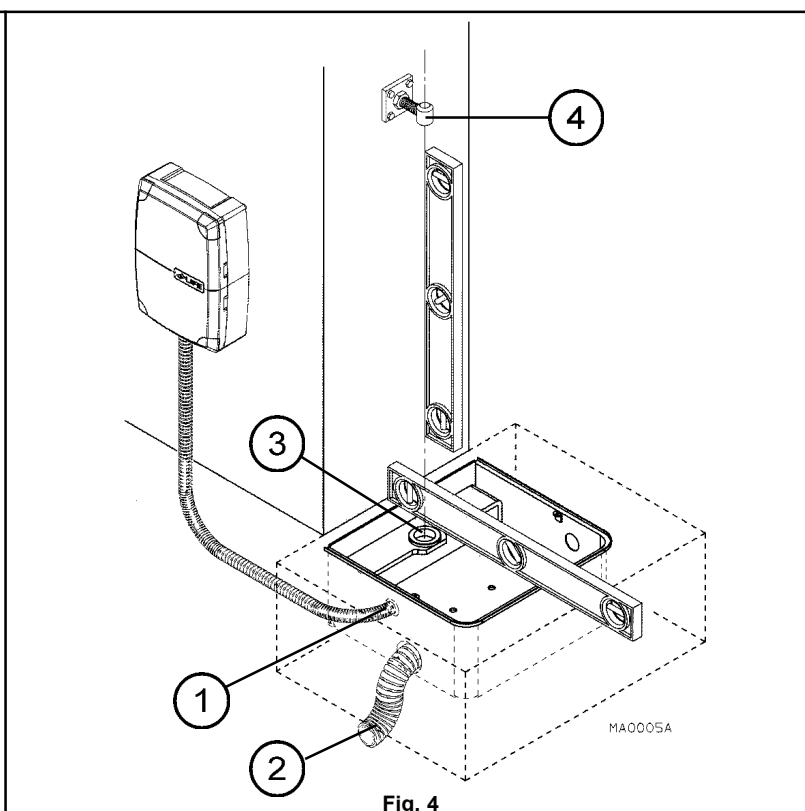

Fig. 4
- Placer la caisse de fondation à l'intérieur du trou comme indiqué à la fig. 4.
- Relier le tuyau de passage des câbles électriques sortant du moto-réducteur au trou correspondant sur le côté de la caisse (1 fig. 4).
- Relier le tuyau d'évacuation de l'eau au trou pour la vidange au fond de la caisse (2 fig. 4).
- Coloque la caja para empotrar en el interior de la excavación tal como se indica en la fig. 4.
- Conecte el conducto para el paso de los cables eléctricos de salida desde el motorreductor hasta el correspondiente orificio situado en el lateral de la caja (1 fig. 4).
- Conecte el conducto para el desagüe del agua al orificio de desagüe en el fondo de la caja (2 fig. 4).
- Umieścić skrzynię w zagłębieniu, tak jak pokazano na rys. 4.
- Podłączyć przewód kabli elektrycznych na wyjściu motoreduktora do odpowiedniego otworu z boku skrzyni (1 rys. 4).
- Podłączyć przewód do drenażu wody do otworu wylotowego na dnie skrzyni (2 rys. 4).
- g) Vérifier que le coussinet à bord tombé de la caisse (3 fig. 4) est parfaitement aligné avec la charnière supérieure du vantail (4 fig. 4).
- i) Vérifier la mise à niveau de la caisse (fig. 4).
- g) Controle que el cojinete de la caja (3 fig. 4) esté alineado perfectamente con el gozne superior de la hoja (4 fig. 4).
- i) Verifique que la caja esté perfectamente nivelada (fig. 4).
- g) Sprawdzić, czy tulejka z kołnierzem skrzyni (3 rys. 4) jest ustawiona dokładnie w linii górnego czopu zawiasu skrzydła (4 rys. 4).
- i) Sprawdzić pion i wypoziomowanie skrzyni (rys. 4).